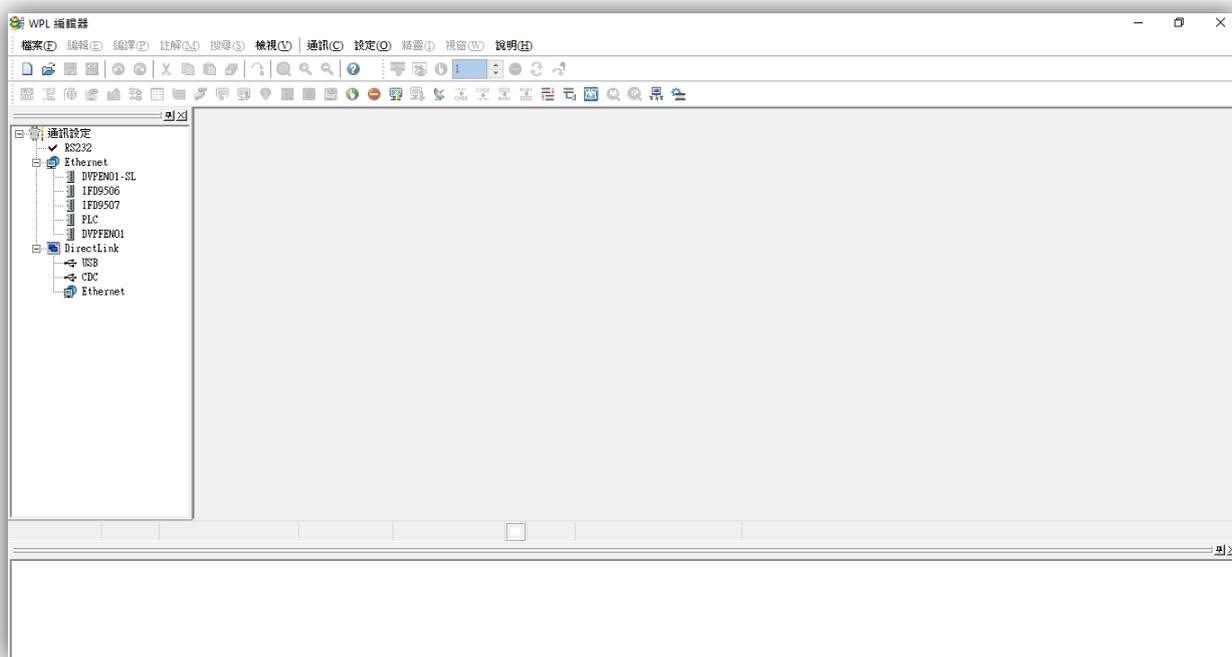

图 16-9
步骤 2. 出现 WPLsoft 编辑器窗口(如下图 16-9)。第一次进入 WPLSoft 且尚未执行『开启新文件』时，窗口在菜单栏中只有『档案 (F)』、『通讯 (C)』、『检视 (V)』、『设定 (O)』与『说明 (H)』。